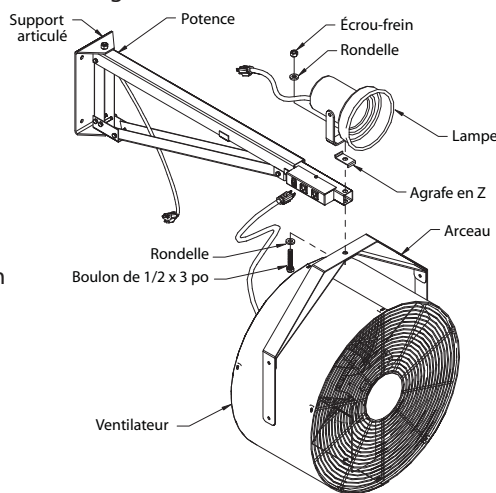

Figure 2 — Pose du ventilateur et de la lampe
- Fixer le support articulé de la potence à un mur de capacité structurelle suffisante au moyen de (4) attaches adaptées (non fournies).
- Amener le ventilateur au niveau de la potence et enfiler le boulon de 1/2 x 3 po avec sa rondelle à travers l'arceau du ventilateur et la potence. Voir la Figure 2.
- Brancher le ventilateur sur la prise la plus proche de l'interrupteur à bascule sur la potence, voir Figure 2. Tirer le cordon du ventilateur suivant une boucle pour éviter les pincements. Brancher la lampe sur l'autre prise.